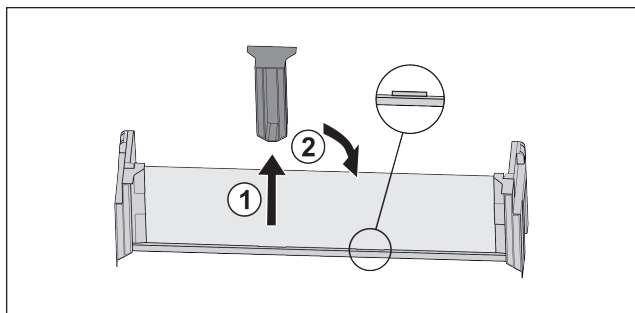

Fig. 118
- Dra ut den fästdelen i mitten Fig. 118 (1).
- Sätt in fästdelen i mitten i andra läget Fig. 118 (2).